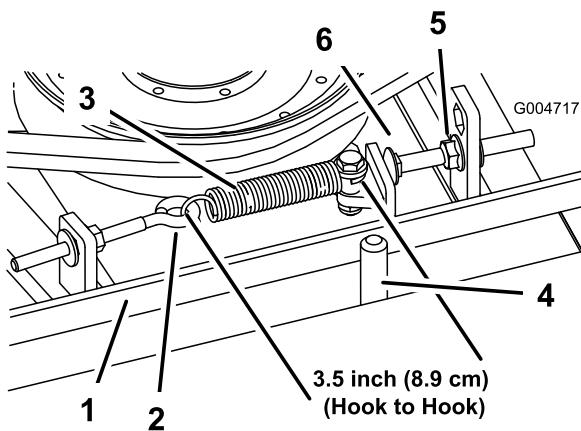

Bild 64
die Anschlagschraube (Schlossschraube) ein, bis der Abstand zwischen dem Schraubenkopf und dem Spannarm ungefähr 0,125 +0,060/-0,000 Zoll beträgt (Bild 64).
Hinweis: Achten Sie darauf, dass der Riemen auf der Federseite der Riemenführung positioniert ist (Bild 64).
2. Lösen Sie den Augenbolzen, um die Verlängerungsfeder abzunehmen (Bild 64).
(Bild 64). Bewegen Sie die Spannscheibe vom Riemen weg, um diesen zu entspannen.
- Setzen Sie die Verlängerungsfeder (Bild 64) wieder in den Augenbolzen ein und spannen Sie den Riemen wie folgt: